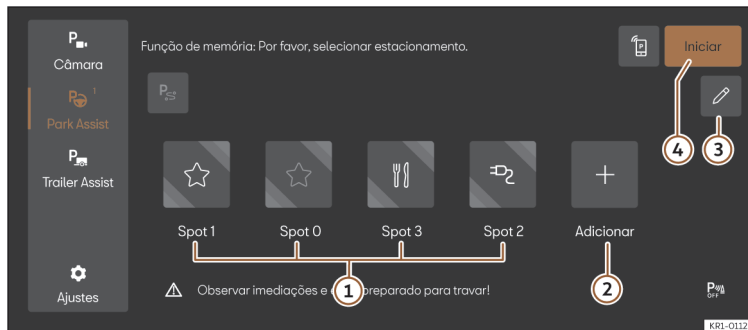

Fig. 142 Representação esquemática: menu do Sistema de estacionamento com função memória.
4. Selecione o botão de função, atribua o símbolo desejado (>>> **Fig. 142 ①**) e confirme-o.
2. Se for necessário, pressione o ícone do lugar de estacionamento disponível no menu do Sistema de estacionamento >>> **Fig. 142 ①**. O botão de função será exibido na cor cobre.
3. Pressione o botão **Iniciar** >>> **Fig. 142 ④**.